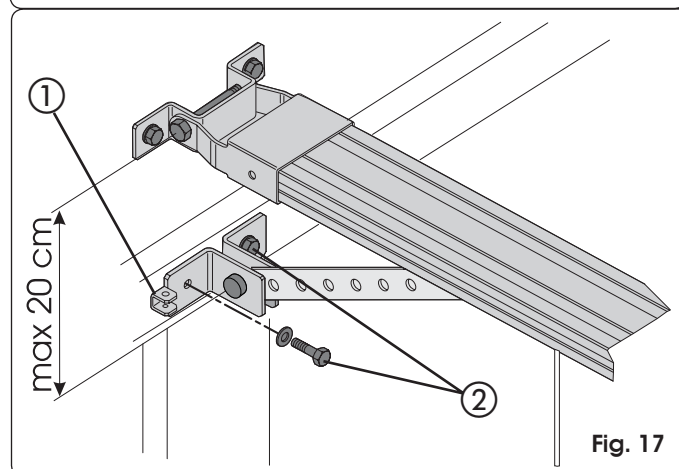
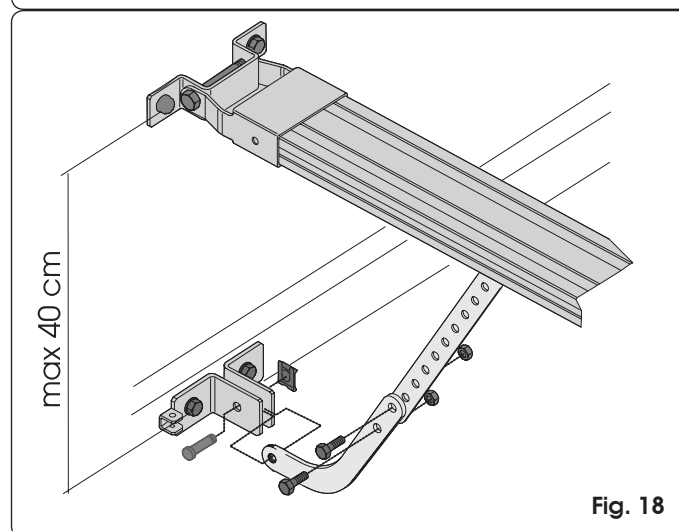

Fig. 17
Fig. 18
- Zet de bevestiging zo op de deur dat het gat voor het ontgrendelingskabeltje naar de linkerkant van de deur is gericht (ref. ① Fig. 17).
- 4) Controleer of de afstand tussen de middellijn van de bevestigingsgaten van de bevestiging aan de voorkant en die van de bevestiging op de deur niet groter is dan 20 cm (Fig. 17). Voor een correcte werking van het automatische systeem wordt aangeraden te vermijden dat de hoek tussen de bovenste arm en de geleiderail groter is dan 30°. Als een (optionele) gebogen arm voor sectionale deuren wordt gebruikt, assembleer hem dan met de rechte arm van de geleideslede zoals aangeduid in Fig. 18. Voor een efficiëntere beknellingsbeveiliging wordt aangeraden de bevestiging zo laag mogelijk op de sectionale deur vast te zetten, maar niet meer dan 40 cm van de bevestiging van de aandrijving aan de voorkant.
- 5) Markeer de plaats van bevestiging op de deur, boor de gaten en zet de bevestiging op de deur vast met de schroeven (ref ② Fig. 17) **NIET** bijgeleverd.